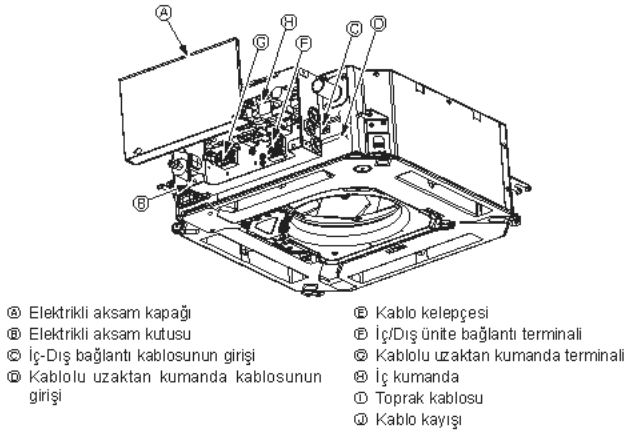
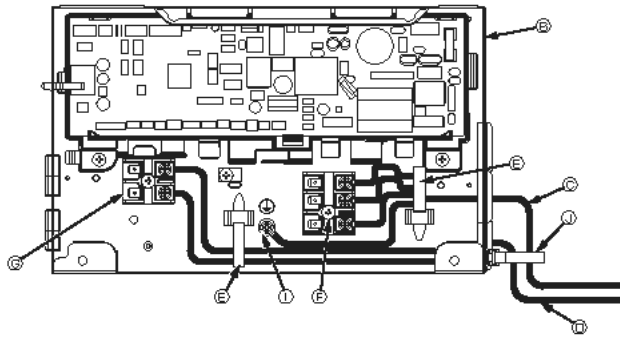

Fig. 7-1
Fig. 7-2
7.2. İç ünite (Fig. 7-1) (Fig. 7-2) (Fig. 7-3)